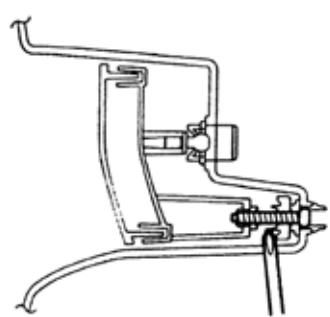

图 9-51
6)调整雾灯光束。转动修正螺钉工可以在垂直方向上调整雾灯光束，如图9-51所示。